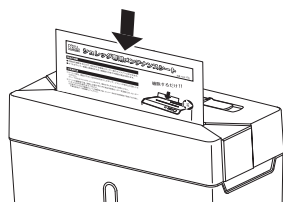

図1 シートに表記されている矢印の向きに従って、1枚投入してください。
- 細断能力が低下し、頻繁に細断くずがつまるような場合は、弊社のシュレッド専用メンテナンスシート(NSE-MSA5)を右の図1のように細断するか、ボトル入りの専用オイル(ISO-030)を図2のように準備し、そのまま細断してカッター部をお手入れしてください。